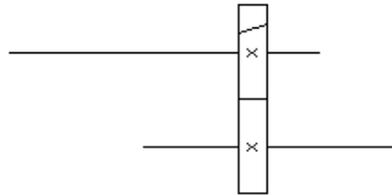

Рисунок 4.4
**Задание 2.** Расположите косозубую передачу внешнего зацепления  (рисунок 4.4)